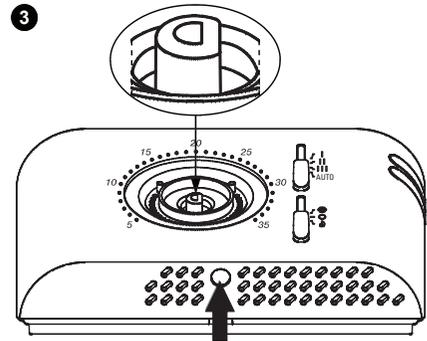

Fig. 4 - Abb. 4
- 3 Empujar, con la ayuda de un destornillador, la lengüeta de plástico situada en la rejilla de la parte inferior hasta levantar levemente la tapa (Fig. 4).
- À l'aide d'un tournevis, pousser la languette plastique située dans la fente en bas jusqu'à soulever légèrement la calotte (Fig. 4).